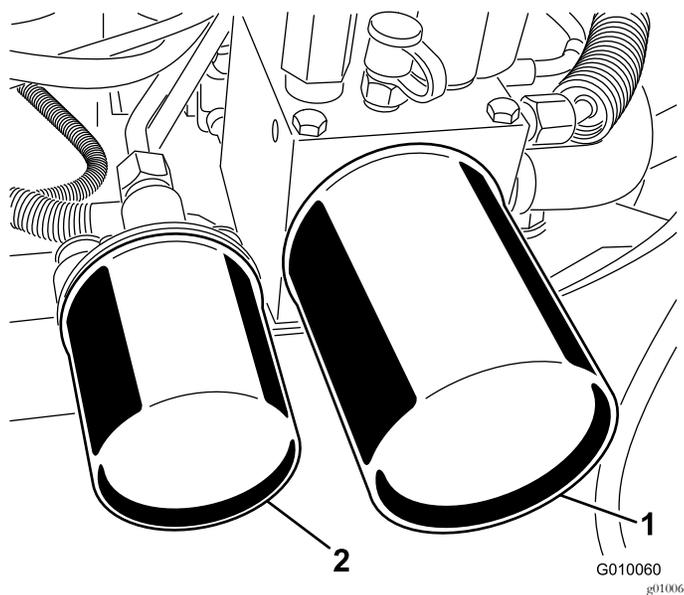

Рисунок 59
2. Поместите поддон под фильтры, снимите старые фильтры и дочиста протрите поверхность прокладки переходника фильтра (Рисунок 59).